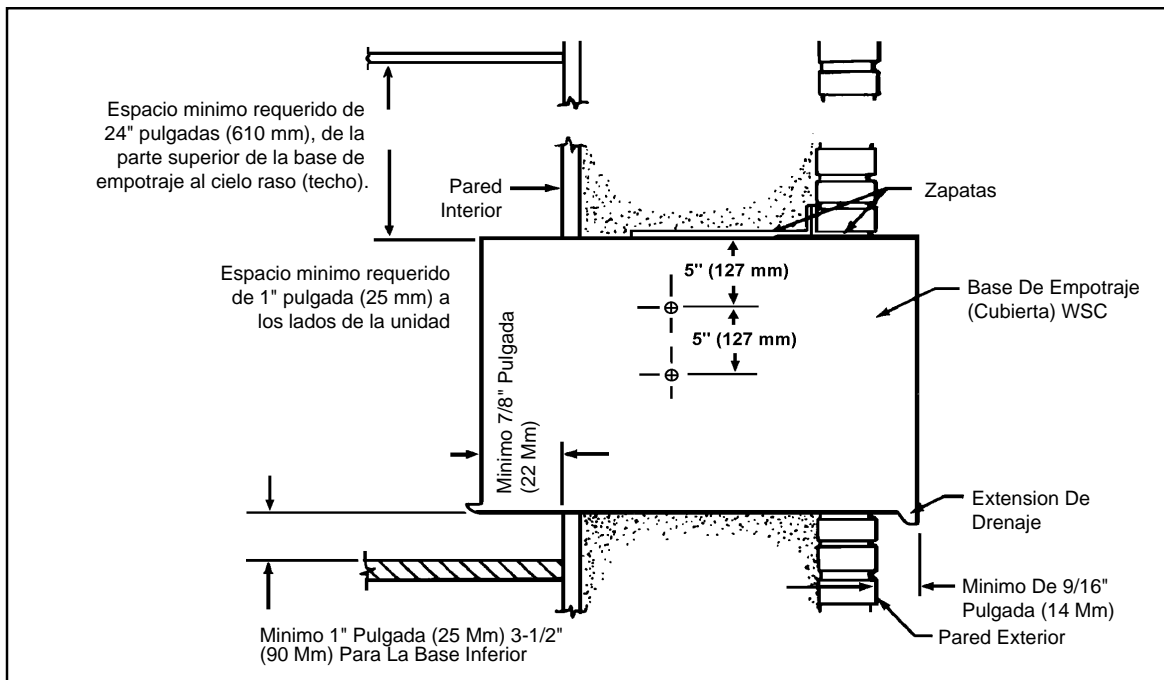

Figura 8
- Debe emplearse la base inferior (SB) u otro tipo de apoyo o sostenimiento para la unidad en construcción de paredes tipo p nel y otras paredes de menos de 8" pulgadas (200 mm) de grueso.
- Deje una distancia m nima de 1" pulgada (25 mm) en cada lado de la unidad, la pared y el piso dyacente. Donde se necesita una base inferior, la distancia m nima del piso a la base de empotraje ser  de 3 y 1/2" pulgada (90 mm). Para minimizar la posibilidad de corto circuito en el condensador, el espacio libre m nimo entre el cielo raso (techo) y la parte superior de la unidad debe ser de 24" pulgadas (610 mm). (Ver Figura 8).
- PASO 1** La BASE DE EMPOTRAJE WSC se debe colocar de tal forma que LA EXTENSION PARA DRENAJE se extienda por lo menos 9/16" de pulgada más alla de la PARED EXTERIOR (Ver Figura 8).
- PASO 1** Después de sacar de la caja la BASE DE EMPOTRAJE "WSC," remueva el PANEL DELANTERO estriado. Colóquela en el hueco de la pared siguiendo las instrucciones que se dan en los REQUERIMIENTOS PARA LA INSTALACION. Asegure la BASE DE EMPOTRAJE a la PARED INTERIOR colocando dos (2) tornillos #12Ax2" pulgadas a cada lado de la BASE DE EMPOTRAJE (Ver Figura 8). Ponga una cuña en la parte superior de la BASE DE EMPOTRAJE en la mital de los dos lados. Ponga un tornillo #12Ax2" pulgadas en la parte superior de la BASE DE EMPOTRAJE cerca de la cuña. Ponga los tornillos en el interior de la BASE DE EMPOTRAJE. Si el hueco en la pared no está enmarcado con madera, use tornillos de base de ancla o tornillos molly (toggle), los cuales no se proporcionan.